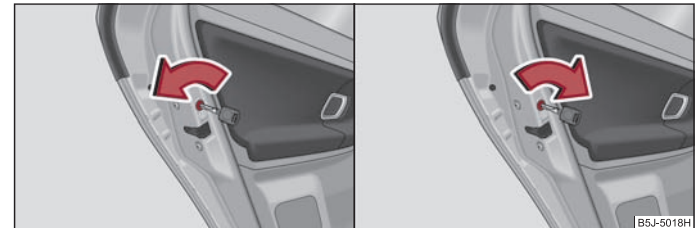

Abb. 24 Kindersicherung einschalten: für Fahrzeuge ohne bzw. mit Zentralverriegelung
- Bei Fahrzeugen ohne Zentralverriegelung drehen Sie den Schlitz der Sicherung bei der linken Tür nach links ⇒ Seite 35, Abb. 24, bei der rechten Tür nach rechts.
- Bei Fahrzeugen mit Zentralverriegelung drehen Sie den Schlitz der Sicherung bei der linken Tür nach rechts, bei der rechten Tür nach links ⇒ Seite 35, Abb. 24.